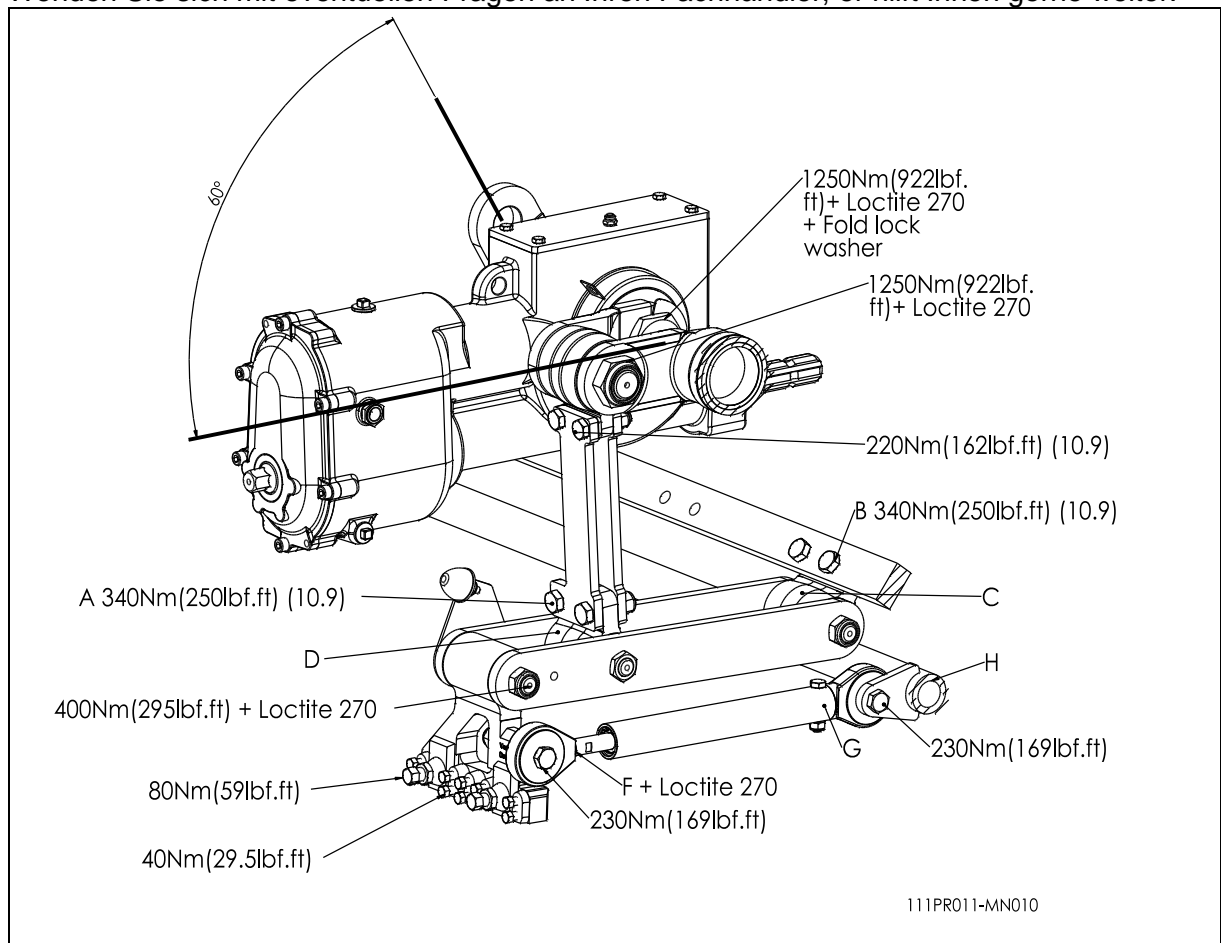

Fig. 8
In Abb.8 sind die Drehmomenteinstellungen der wichtigsten Schraubenbolzen/Muttern aufgeführt. Überzeugen Sie sich davon, dass die Schraubenbolzen und Muttern, für diese Einstellungen nicht genannt werden, ebenso angezogen werden wie vergleichbare Schraubenbolzen und Muttern. Wenn sich Schraubenbolzen und Muttern lösen, können Sie mit Loctite gesichert werden.
6. Nachdem Sie die Kurbel/das Lager zurückgesetzt haben, bauen Sie die Teile in derselben Reihenfolge des Ausbaus wieder ein. Verwenden Sie entsprechend den Angaben in Abb. 8 Loctite.